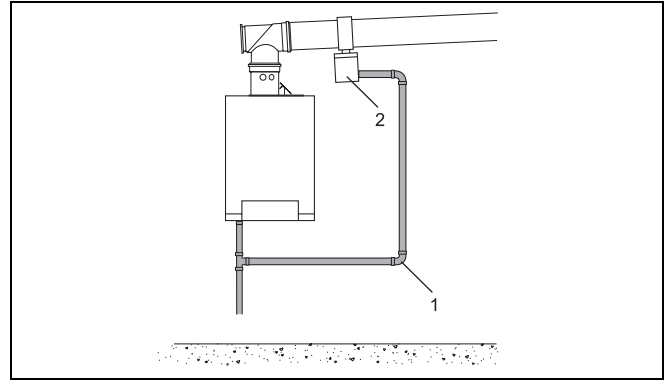

Fig. 9 Scarico della condensa in sistemi di gas di scarico in alluminio molto lunghi
La tubazione dei gas combusti in alluminio non presenta uno scarico di condensa integrato nel raccordo caldaia. La condensa proveniente dalla tubazione dei gas combusti scorre attraverso lo scarico di condensa esterno (fig. 9, pos. 1) con sifone (fig. 9, pos. 2).